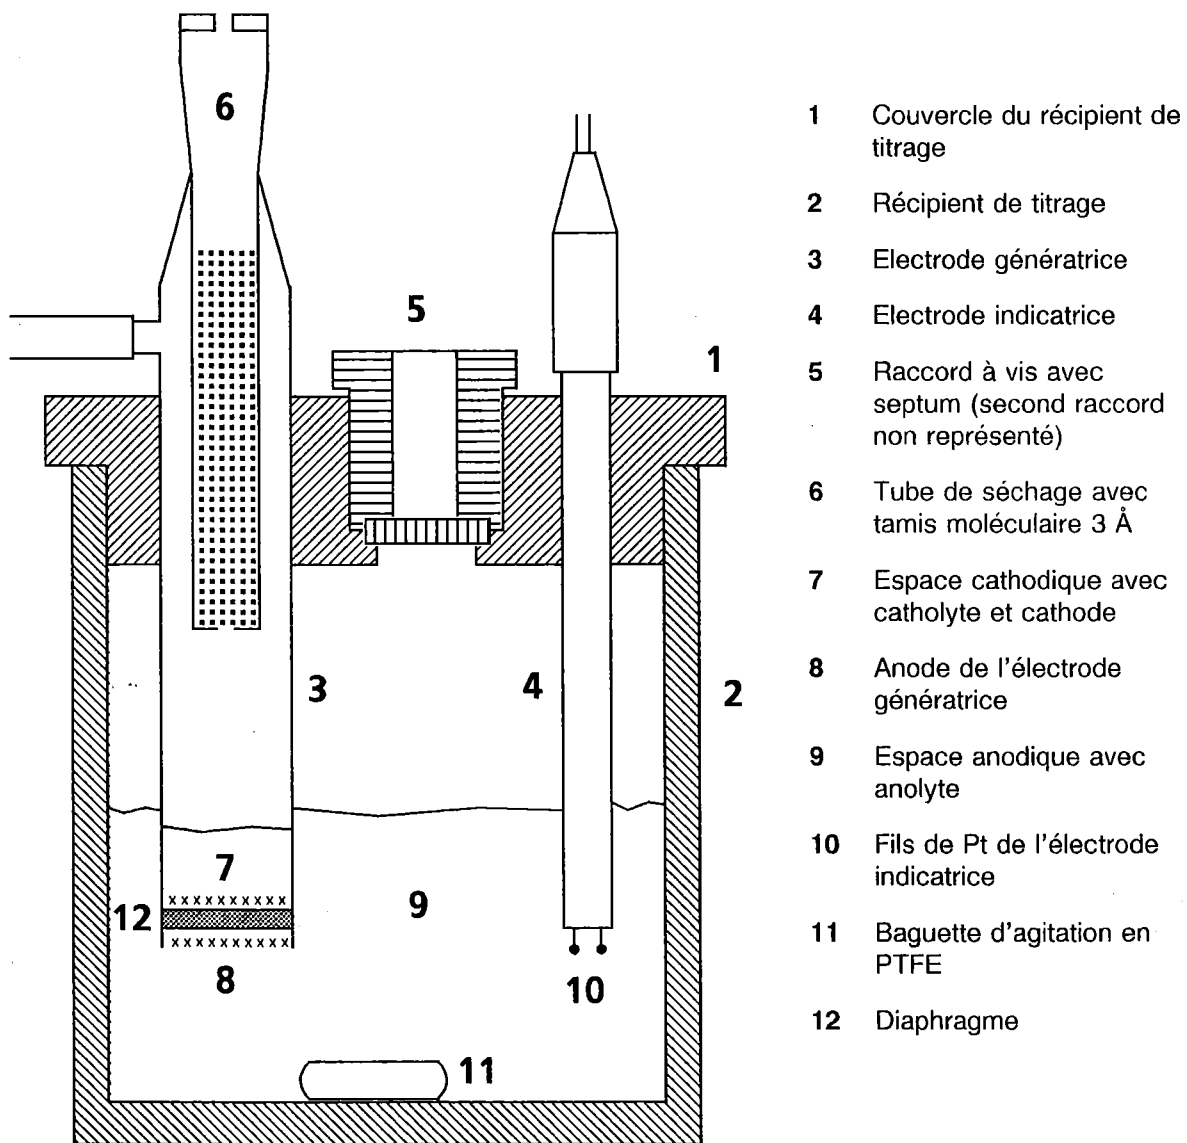

Fig. 3: Assemblage de la cellule KF avec diaphragme
*) Les réactifs pour la détermination de l'eau avec une cellule coulométrique avec diaphragme se composent d'une solution anodique (anolyte), destinée à l'espace anodique, et d'une solution cathodique (catholyte), destinée à l'espace cathodique (voir aussi Fig. 3).